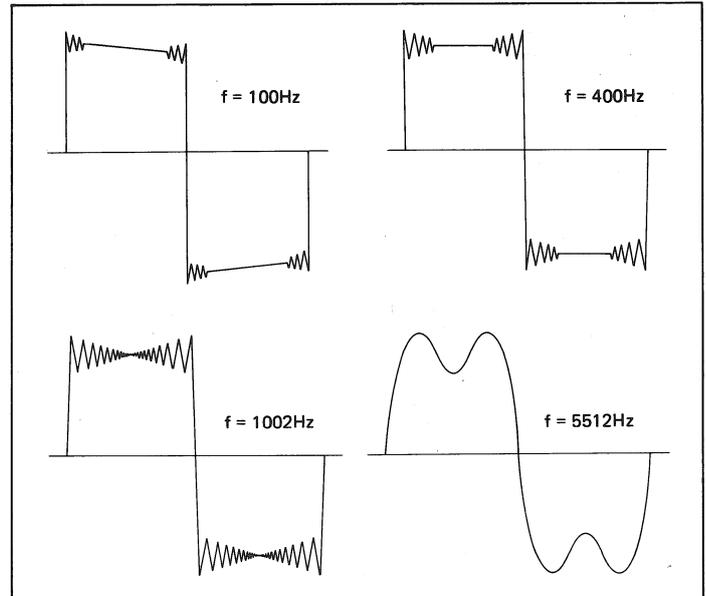

Fig. 4.18
-> fig. 4.18
- Raccorder l'oscilloscope à une sortie et évaluer optiquement les signaux rectangulaires à 100 Hz, 400 Hz, 1002 Hz et 5512 Hz. La courbe doit être symétrique (fig. 4.18).